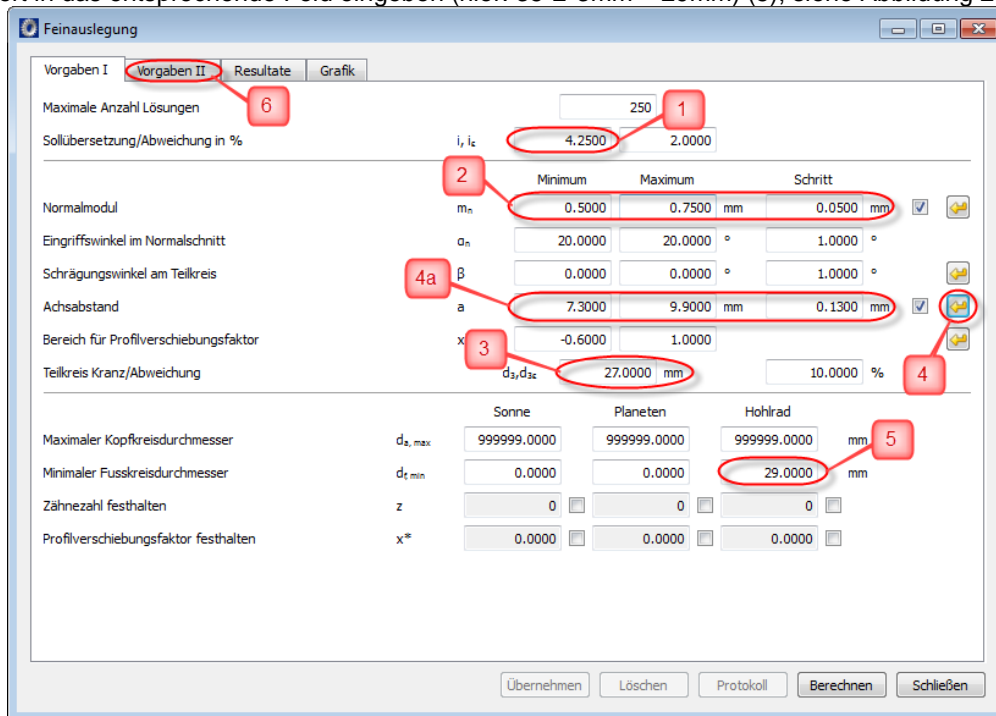

Abbildung 2.16 Einstellungen für die Feinauslegung
Auf den „Auslegen-Button“ für Achsabstand (4) klicken, wodurch Sie den möglichen Wertebereich für diesen Wert erhalten. Um den Fusskreis des Zahnkranzes genügend klein zu erzwingen, so dass ausreichend Material unterhalb des Zahnfusses bleibt, einen passenden Wert in das entsprechende Feld eingeben (hier: $35-2 \cdot 3\text{mm} = 29\text{mm}$) (5), siehe Abbildung 2.16.